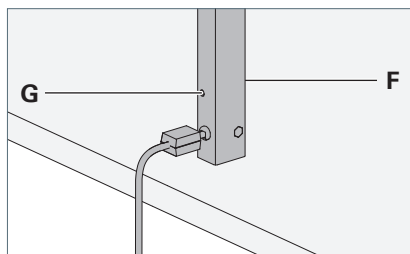

Fig. 6: Regolazione dell'inclinazione del tubo verticale.
- Servendosi di una chiave a brugola, accertarsi che entrambe le viti **F** e **G** siano serrate in senso orario, vedi Fig. 6.